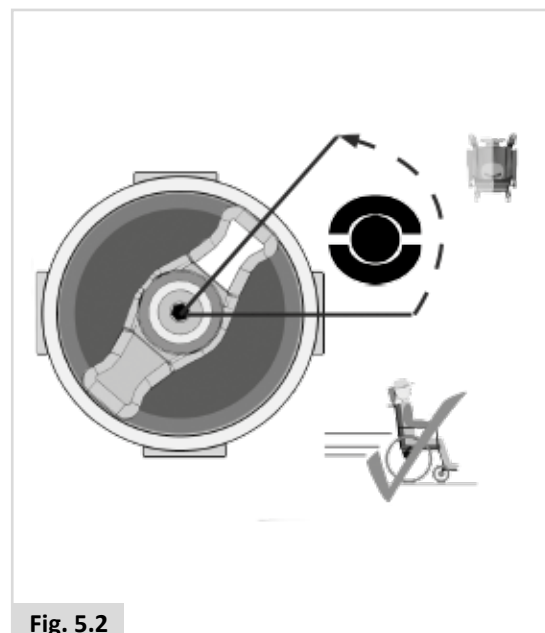

Fig. 5.2
1. Para conducir la silla de ruedas. (Fig. 5.2).